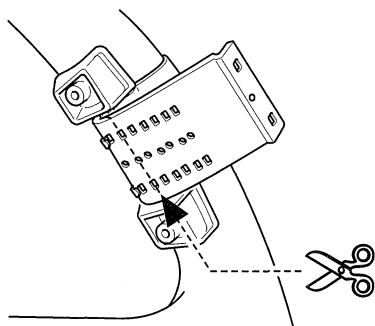

Fig. 11
2. Couper la partie de la courroie en excès au centre du support interne. (Fig. 11)